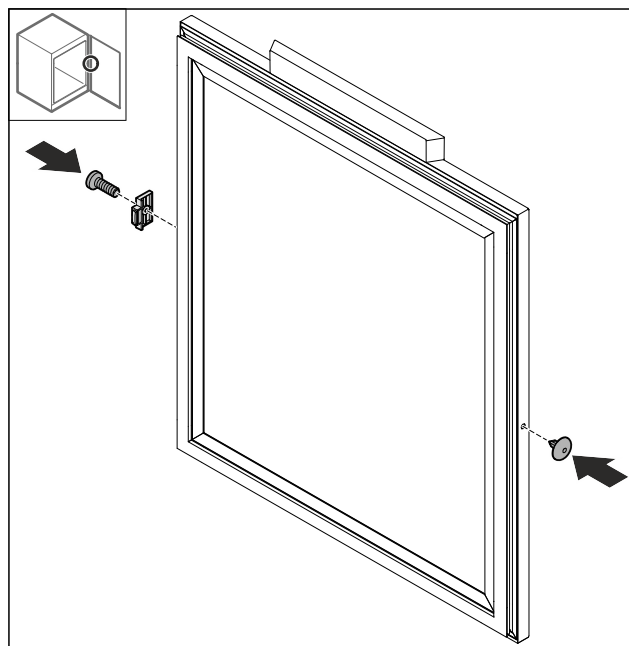

Fig. 70
- Namontujte zarážku dverí Fig. 70 (1) otočenú o 180° na opačnej strane.
- Nasadte kryt Fig. 70 (2) na opačnej strane.